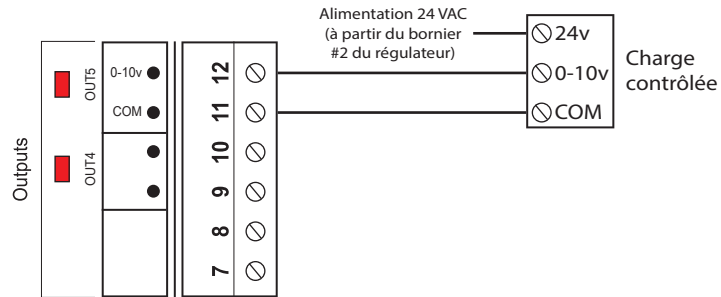

Figure 12 - Raccordement de la sortie analogique (alimenté par le régulateur)
- Figure 12 - Raccordement de la so
- 1) Le C1000 alimente la charge et lui fournit un signal de contrôle (voir figure 12).